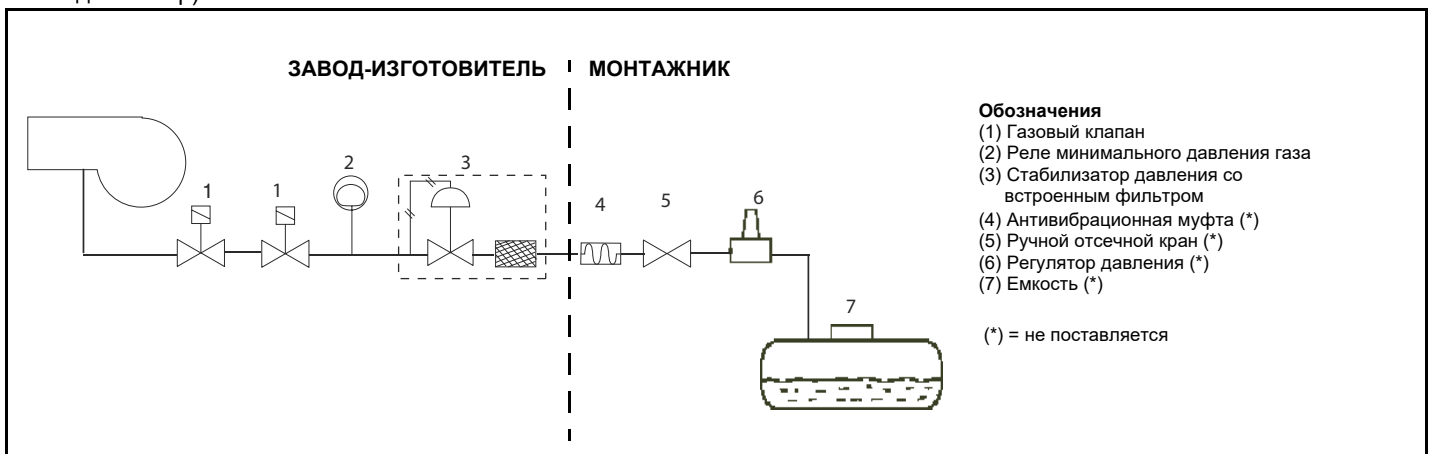

Рис. 3
**ВНИМАНИЕ:** после монтажа газовой рампы согласно схеме на Рис. 3, необходимо провести тестирование на герметичность газового контура, согласно требований действующих нормативов.